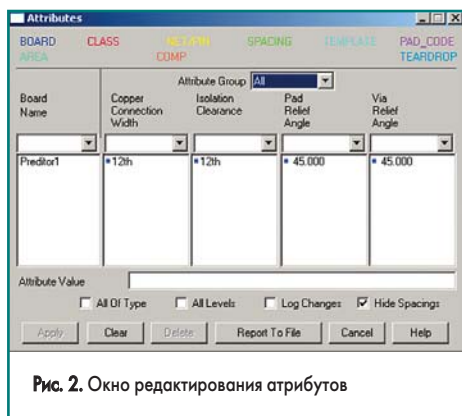

Рис. 2. Окно редактирования атрибутов
1. Выполним команду меню **Configure\Attributes**. На экране появится диалоговое окно **Attributes** (рис. 2), в котором осуществляется редактирование атрибутов. Обратите внимание, что данное окно является немодальным, что означает, что пользователь может оставлять его видимым в течение всего времени работы над проектом и вносить изменения по мере необходимости. Прделаем простое упражнение.
- В выпадающем списке, расположенном в верхней части первого столбца, выберем категорию атрибутов Board Level. В четырех других столбцах появятся настроенные ранее атрибуты, как показано на рис. 2.